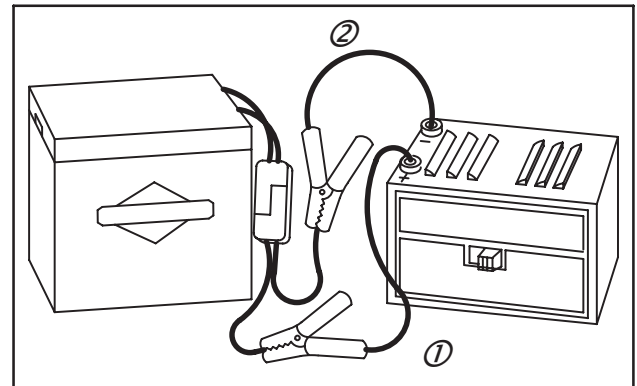

Fig. 10
1. Raccorder le fil Positif ROUGE (1) du chargeur à la borne Positive de la batterie, Fig. 10.
2. Brancher le fil Négatif NOIR (2) du chargeur à la borne Négative de la batterie.